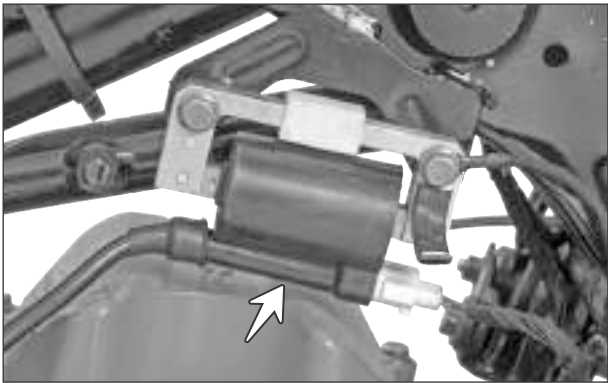

Fig. 5.11
- La bobina de encendido está montado en el lado derecho de el bastidor debajo del conjunto de depósito de combustible, cerca del conjunto de cabeza de cilindro. (Fig. 5.11)